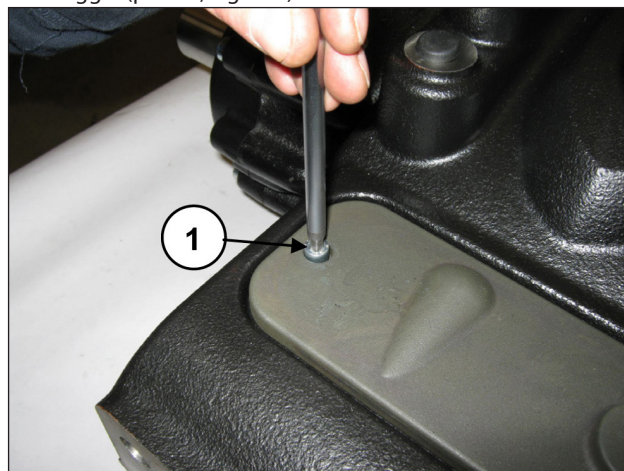

Fig. 167
Rimuovere il coperchio di ispezione superiore svitando le 2 viti di fissaggio (pos. ①, Fig. 167).